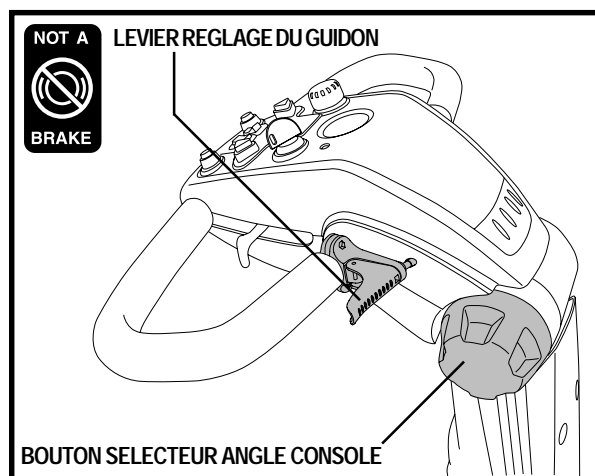

Figure 14. Réglages Console/Guidon
1. Comprimez le levier de réglage. Voir la figure 14.
1. Desserrez le bouton de réglage (tournez dans le sens opposé aux aiguilles d'une montre) et placez la console dans une position confortable pour la conduite. Voir la figure 14.